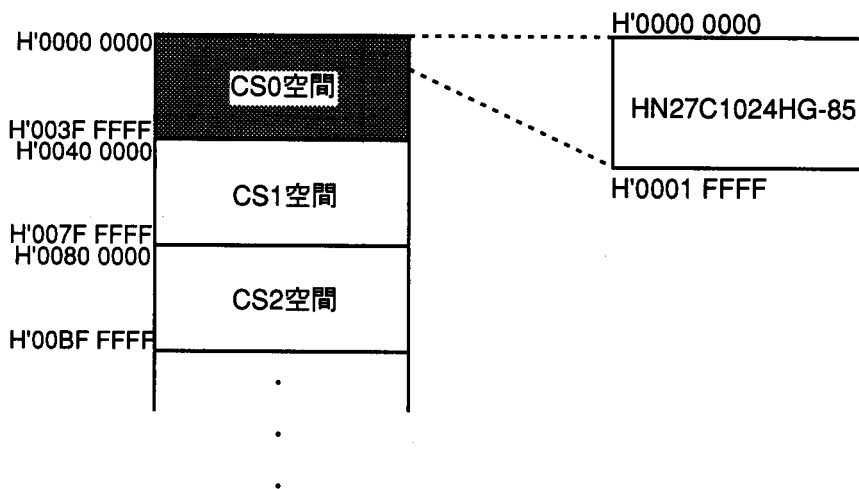

図2 メモリマップ
- (2) HN27C1024HG-85は図2に示すように割り付けます。SH7050のバスステートコントローラを設定し、CS0空間を3ステート、ワードアクセス空間にします。